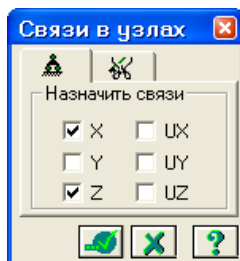

Рис.10.8. Диалоговое окно **Связи в узлах**
- С помощью меню **Схема** ⇒ **Связи** (кнопка  на панели инструментов) вызовите диалоговое окно **Связи в узлах** (рис.10.8).